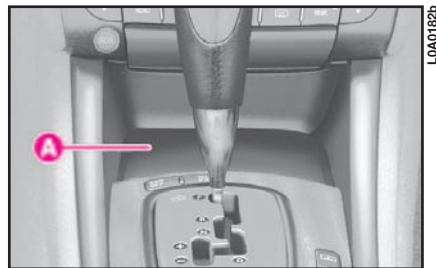

fig. 21
La sede per accogliere il dispositivo CID durante il funzionamento in emergenza o le operazioni d'assistenza in officina, è il vano portaoggetti centrale della plancia A (fig. 21) davanti alla leva del cambio.
Inoltre, l'avviamento della vettura sarà possibile posizionando il dispositivo CID nell'apposita sede A (fig. 21), situata davanti alla leva del cambio. In queste condizioni tale vano è l'unica posizione in grado di riconoscere la presenza di un dispositivo CID all'interno dell'abitacolo.
- appoggiare il dispositivo CID nella sede d'emergenza **A** (fig. 21)
AVVERTENZA Liberare da qualsiasi oggetto il vano **A** (fig. 21), prima di iniziare la procedura di avviamento del motore in emergenza.